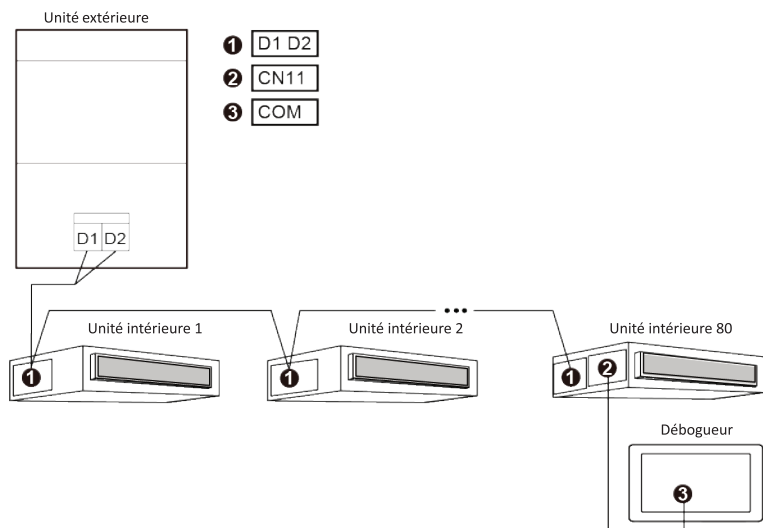

Fig. 2.3 Connecté au réseau de l'UI
- ❶ Ce produit est applicable aux unités multi VRF, connectables au réseau UI ou au réseau UE.
- ❷ Si ce produit doit être connecté au réseau de UI, connectez-le conformément à la Fig. 2.3.